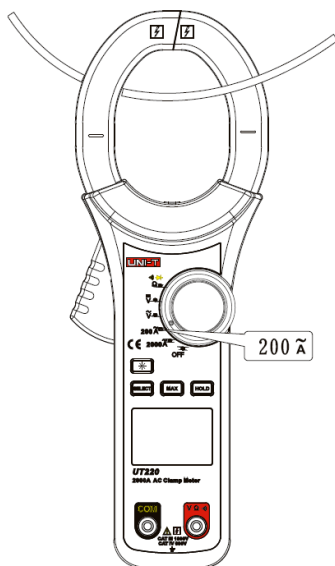

Figura 9
7. MEDIDAÇÃO DE CORRENTE AC 200A (200 \tilde{A}) (VER FIGURA 9)